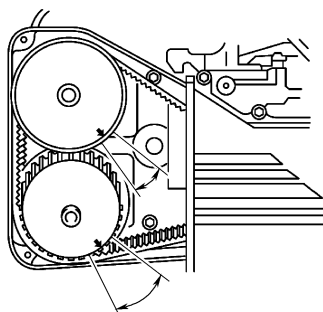

图 7-14 转动凸轮轴带轮
① 将凸轮轴正时带轮上的箭头标记置于图 7-14 中所示位置, 然后测量二缸排气门和三缸进气门间隙。